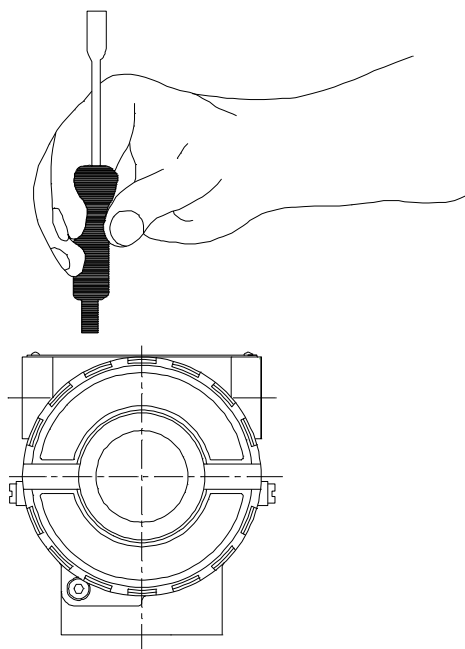

Figura 4.2 - Ajuste Local de Zero Span
- Insira a chave magnética no furo de ajuste de Zero (veja Figura 4.2);